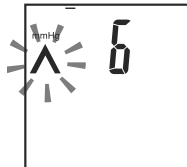

Рис. 13
3. Ще се чуе звуков сигнал и ще започне бързо напompване на въздух в маншона. При това ще започне да мига символът «^» и изведената на дисплея стойност ще започне да се увеличава (рис.13).